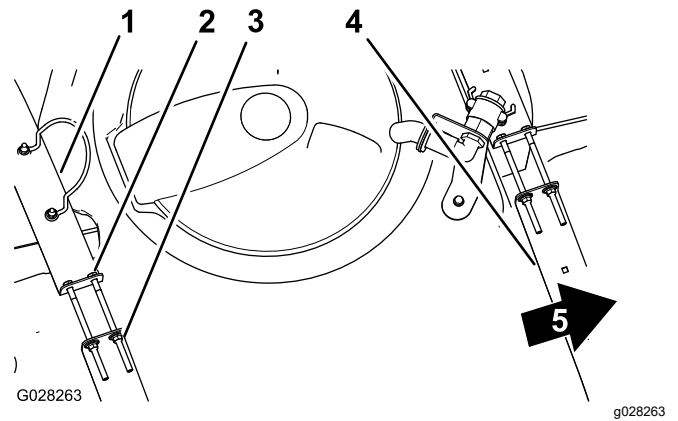

图 85
- 如果药缸箍带与药缸之间有松动应拧紧箍带顶部的凸缘锁紧螺母和螺栓直到箍带与药缸表面齐平图 85。
- 检查药缸箍带与药缸之间是否有任何活动图 85。